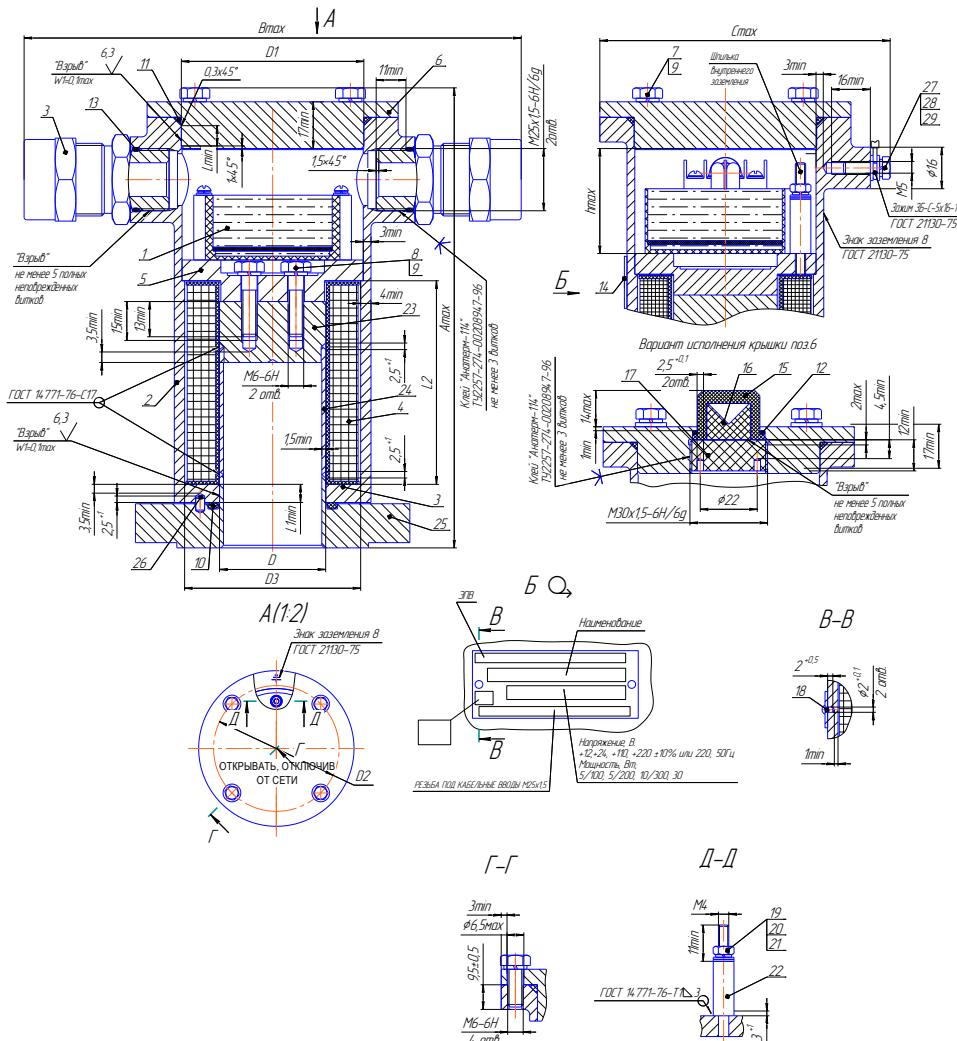

Рисунок 3. Привод. Чертеж средств взрывозащиты
Обозначения на рис. 1а.б: 1-корпус(Сталь 10Х18Н9Л ГОСТ 977-88, 14Х17Н2 ГОСТ 5632-72), 2-затвор (Сталь 14Х17Н2 ГОСТ 5632-72), , 3-электромагнитный привод (см.рис.3)), 4-сердечник (Сталь 14Х17Н2 ГОСТ 5632-72), 5-пружина (Проволока ВО-2 ТУ3-1002-77) 6-трубка разделительная(Сталь 12Х18Н10Т ГОСТ 5632-72/14Х17Н2 ГОСТ 5632-72), 7-тяга (Сталь 12Х18Н10Т ГОСТ 5632-72/ резиновая смесь. Марка в зависимости от исполнения), 8-ручка (Сталь 12Х18Н10Т ГОСТ 5632-72), 9- гайка А2 DIN934, 10,11,12,13,14-кольца уплотнительные (резиновая смесь. Марка в зависимости от исполнения), 15-шайба стопорная,16-шток (Сталь 12Х18Н10Т ГОСТ 5632-72), 17,18-кольцо (фторопласт Ф4К20 ТУ 6-05-1413-76), 17-скоба (Сталь 12Х18Н10Т ГОСТ 5632-72), 18-втулка (Сталь 12Х18Н10Т ГОСТ 5632-72), 19-камера(Сталь 14Х17Н2 ГОСТ 5632-72), 20-вставка (Сталь 14Х17Н2 ГОСТ 5632-72) , 21-уплотнение (резиновая смесь. Марка в зависимости от исполнения).
Электромагнитный привод (ЭПВ) представляет собой электромагнит постоянного тока со схемой управления режимом работы и состоит (см. рис.3) из корпуса 2 с двумя кабельными вводами и крышкой 6, катушки 4, прижимного фланца 5 и электронного блока управления 1 (модуль СФУ).
- заключения его электрических цепей во взрывонепроницаемые металлические оболочки по ГОСТ IEC 60079-1. Взрывоустойчивость оболочек проверяется при изготовлении испытаниями избыточным давлением 1,5 МПа. Сопряжения деталей, обеспечивающих взрывозащиту показаны на чертежах средств взрывозащиты (рисунок 3, 4). На поверхностях, обозначенных "Взрыв" не допускаются раковины, забоины, вмятины, ржавчина, чернота, наличие краски и другие дефекты.
7.2.2 Присоединить питающий кабель к приводу в последовательности (см. рис. 3, 4, 5):